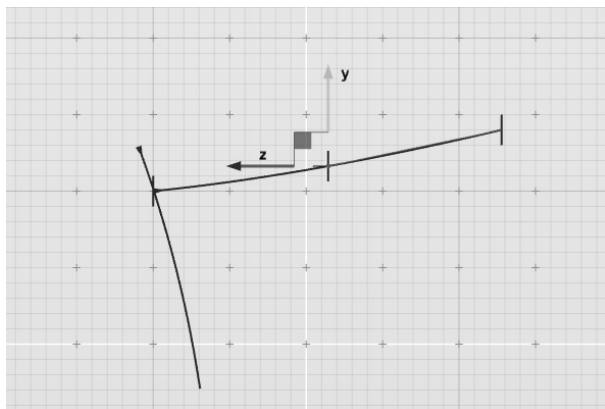

图 5-116 复制另一条圆曲线并放置在 NURBS 曲线#1 的中点位置
5) 再次利用〈Ctrl+C〉和〈Ctrl+V〉两个快捷键, 复制现有圆曲线。激活“捕捉中点”工具 , 使其捕捉至 NURBS 曲线#1 的中点位置, 如图 5-116 所示。